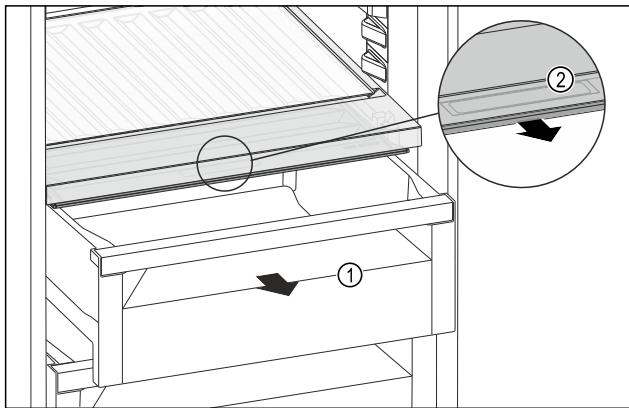

Fig. 170
- ▶ 拉出抽屉 Fig. 170 (1)。
- ▶ 抓住抽屉盖上的内嵌式拉手 Fig. 170 (2)，并同时向前拉出抽屉盖。